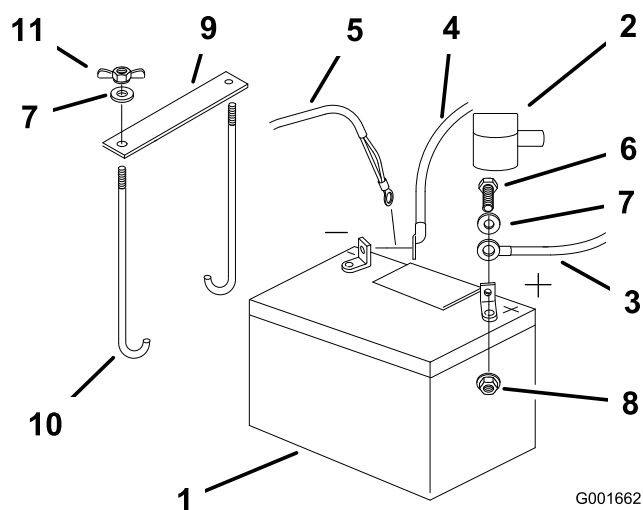

Figure 40
4. Commencez par débrancher le câble négatif et le câble de masse de la borne négative (-) de la batterie (Figure 40).
5. Enlevez le capuchon rouge de la borne positive (rouge) de la batterie. Débranchez ensuite le câble positif (rouge) de la batterie (Figure 40).
6. Retirez les deux écrous à oreilles (1/4 pouce) qui fixent la barrette de maintien de la batterie (Figure 40).
1. Placez la batterie dans son support en tournant les bornes vers le moteur (Figure 40).
4. Fixez les câbles avec 2 boulons (1/4 x 3/4"), 2 rondelles (1/4 pouce) et 2 contre-écrous (1/4 pouce) (Figure 40).
6. Fixez la batterie en position avec des boulons en J, une barrette de maintien et 2 rondelles (1/4 pouce), ainsi que 2 écrous à oreilles (1/4 pouce) (Figure 40).